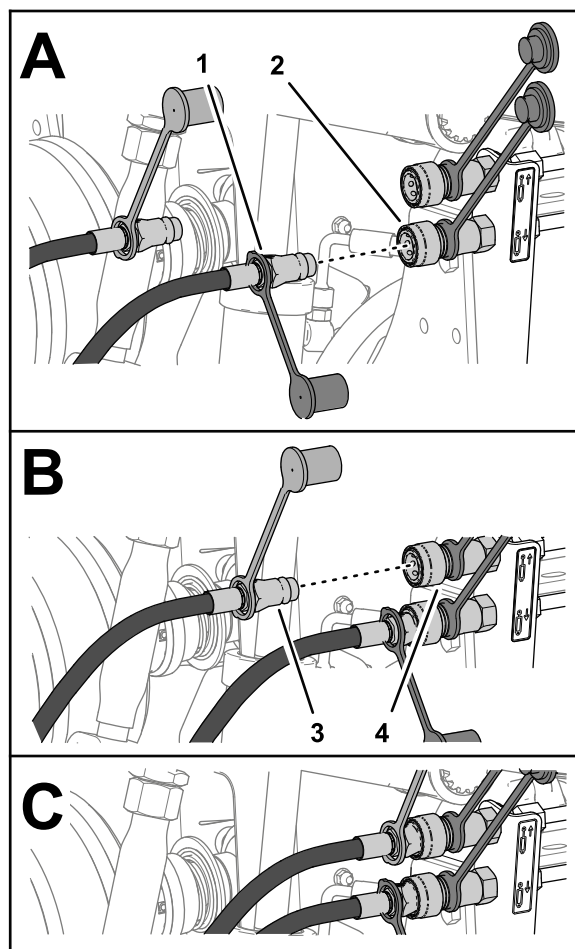

Figura 27
- Ligue o tubo de extensão do cilindro da união de desconexão rápida ao circuito para baixar o acessório traseiro do acoplamento de desconexão rápida (Figura 27).